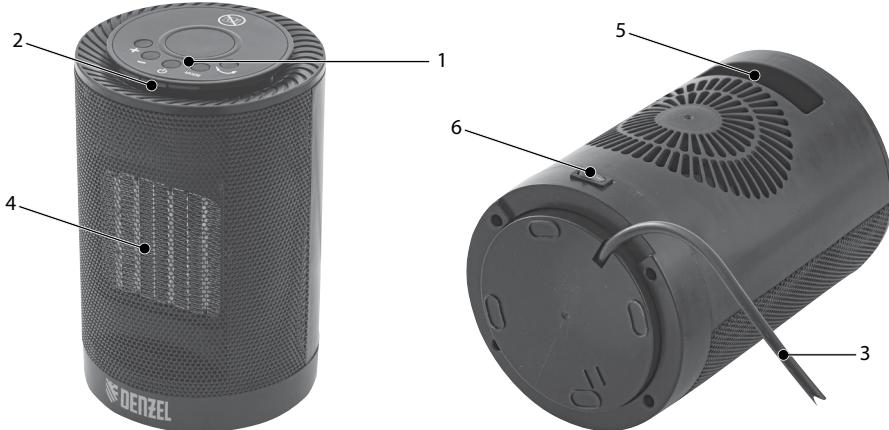

Рис. 1
2. Переведите выключатель 6 в положение  (рис. 1, 3).
3. Переведите выключатель 6 в положение  (рис. 1, 3).